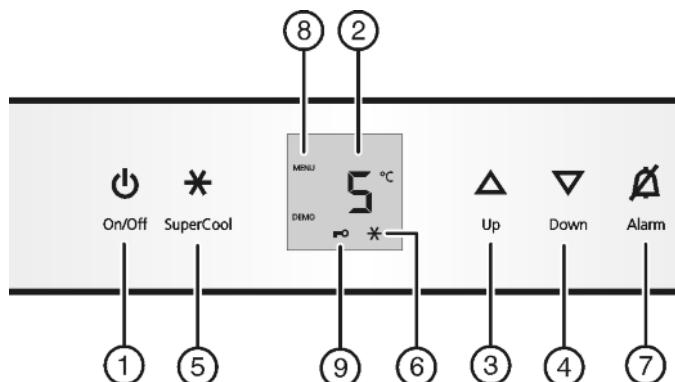

Fig. 2
- нажмите кнопку On/Off Fig. 2 (1).
- Активация режима настройки: удерживайте кнопку SuperCool Fig. 2 (5) мин. 5 с.
- Коротко нажмите кнопку SuperCool Fig. 2 (5) для подтверждения.
- Для включения защиты от детей коротко нажмите клавишу SuperCool Fig. 2 (5).
- Символ "Защита от детей" Fig. 2 (9) горит. На индикации мигает .
- Для выключения защиты от детей коротко нажмите клавишу SuperCool Fig. 2 (5).
- Символ защиты от детей Fig. 2 (9) гаснет. На индикации мигает .
- Выход из режима настройки: нажмите кнопку On/Off Fig. 2 (1).
- Нажмите кнопку Alarm Fig. 2 (7).
- Установка более высокой температуры: нажмите кнопку настройки Up Fig. 2 (3).
- Установка более низкой температуры: нажмите кнопку настройки Down Fig. 2 (4).
- Коротко нажмите кнопку SuperCool Fig. 2 (5).
- На индикации горит символ SuperCool Fig. 2 (6).
- Символ SuperCool Fig. 2 (6) на индикации гаснет.